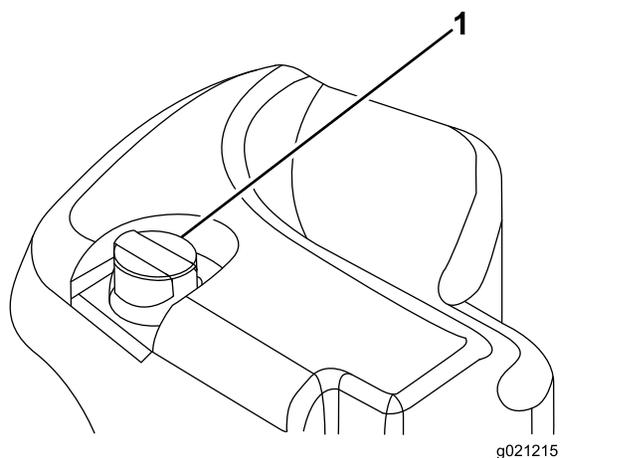

Figure 64
2. Nettoyez la surface autour du goulot et du bouchon de remplissage du réservoir hydraulique (Figure 64).